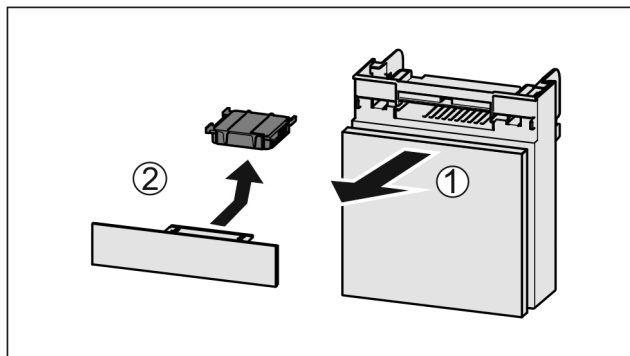

Fig. 242
- ▶ Потягніть Fig. 242 (1) відділення вперед.
- ▶ Витягнути Fig. 242 (2) фільтр з активованого вугілля.